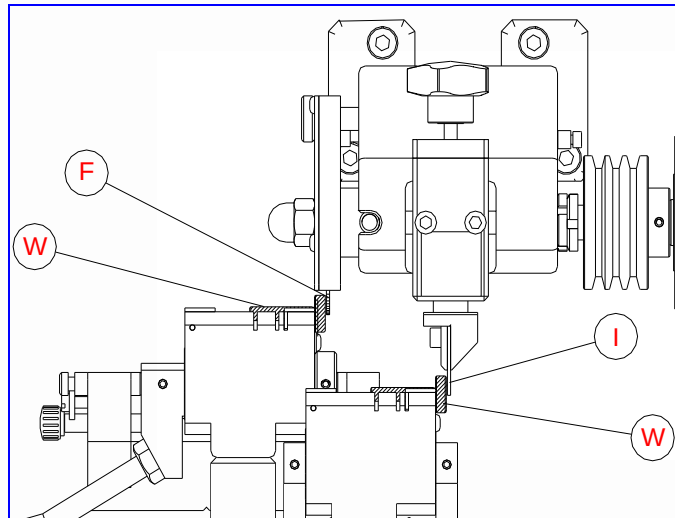
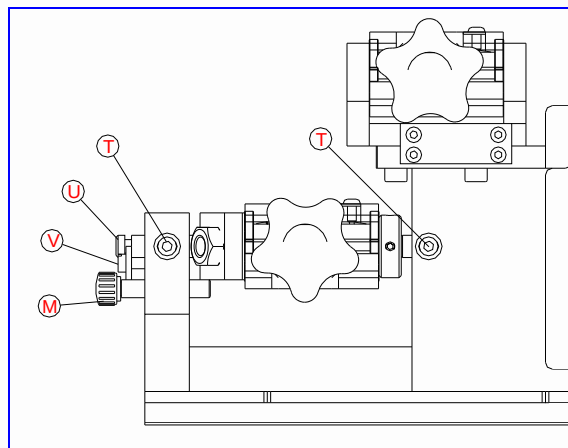

Fig.13
Fig.14
- Colocar las dos varillas de reglaje (W) haciendo tope en las mordazas, según se indica en la Fig 13. Avanzar la varilla (M) para que la mordaza se quede en su posición correcta de reglaje.
- Acercar las mordazas con las varillas de reglaje (W) hacia el índice copiado (I) y la fresa (F), de forma que las varillas de reglaje se apoyen sobre el índice copiado y la fresa.
- Aflojar los tornillos (T) y con un destornillador plano girar el tornillo(V) .Ver Fig 14 .
- Desplazar a la derecha o izquierda la mordaza hasta que la fresa gire y roce muy ligeramente la varilla de reglaje. A continuación, apretar los tornillos (T) de la mordaza y la máquina queda reglada.